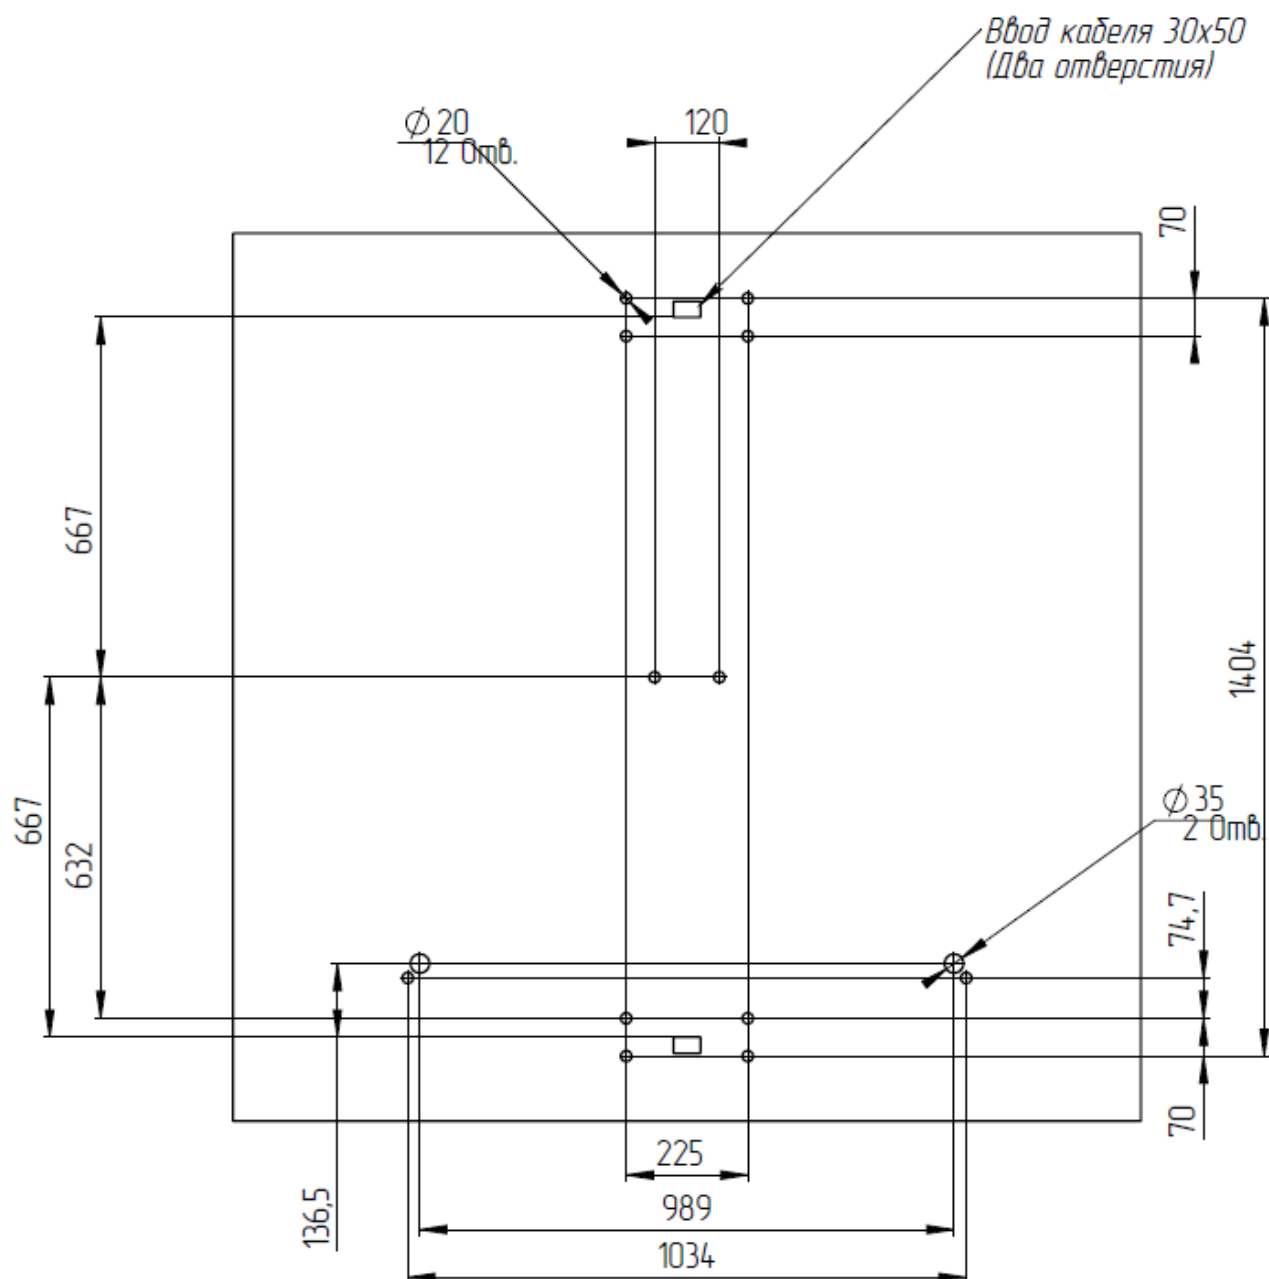

Рисунок 4 – Шаблон для установки турникета
4.2.4 Рисунок 4 – по установочным размерам, подготовьте 12 отверстий диаметром 18 мм в полу под анкера крепления стойки турникета глубиной 80 мм.